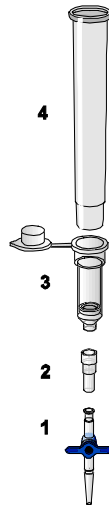

Figura 3. Ensamblado de los componentes del QIAamp DSP Virus Kit para el procesamiento al vacío de las muestras:
Compruebe que ha montado correctamente el extensor de columna (EXT), la columna QIAamp MinElute, el conector VacConnector (VC) y la válvula VacValve (consulte la Figura 3).
5. Centrifugue el tubo de lisis (LT) durante ≥ 5 segundos a la máxima velocidad para eliminar las gotas del interior de la tapa.
6. Cámbiese de guantes y abra con cuidado el tubo de lisis (LT).
7. Añada 600 µl de etanol (96-100 %) al tubo de lisis (LT), cierre la tapa y mézclelo bien en la agitadora vorticial con sacudidas durante ≥ 15 segundos. Incube durante 5 minutos (± 1 minuto) a temperatura ambiente (15-25 °C).
8. Centrifugue el tubo de lisis (LT) durante ≥ 5 segundos a la máxima velocidad para eliminar las gotas del interior de la tapa.
9. Inserte la columna QIAamp MinElute en el conector VacConnector (VC) del sistema de vacío (consulte la Figura 3, página 25). Inserte un extensor de columna (EXT) en la columna QIAamp MinElute abierta.